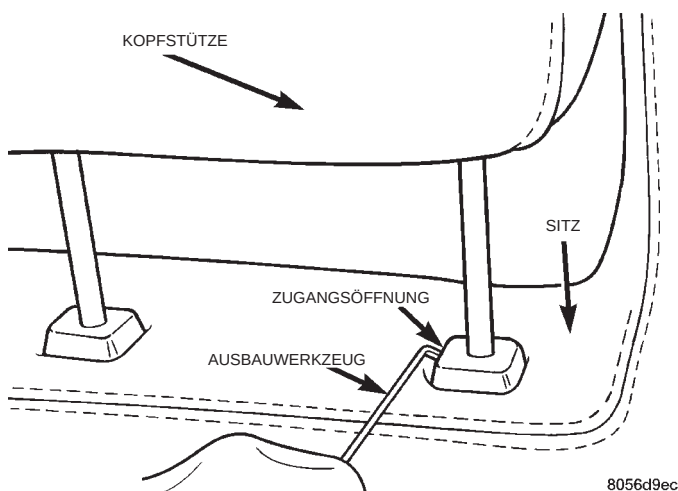

Abb. 7 Kopfstütze ausbauen
(4) Je nach Ausstattung, den oberen Verstellgriff der Rückenlehnenverstellung und den Einstellgriff der Lendenwirbelstütze ausbauen.
(5) Kopfstütze ausbauen (Abb. 7).